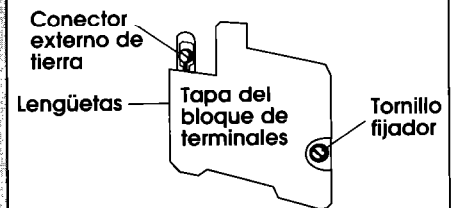

Figura 19
7. Inserte la lengüeta de la tapa del bloque de terminales en la ranura del panel posterior de la secadora (consulte la figura 19). Apriete la tapa con el tornillo fijador.